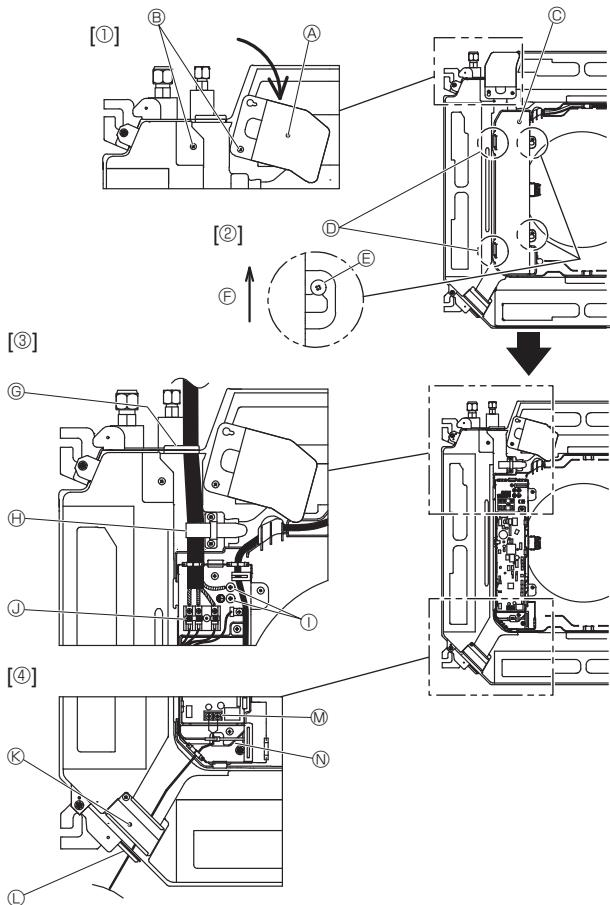
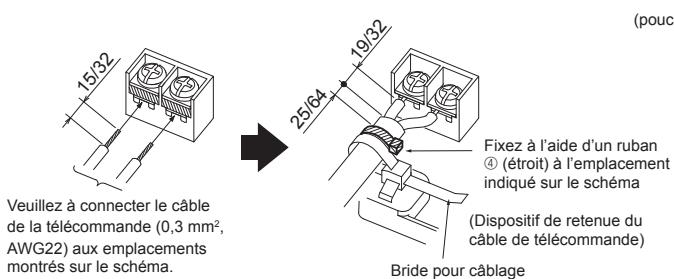

Fig. 6-1
Fig. 6-3
### 6.1. Appareil intérieur (Fig. 6-1)
- Desserrez les deux vis de fixation du panneau de service du câblage électrique et faites tourner le panneau. [Fig. 6-1 ①]
- Desserrez les deux vis de fixation du couvercle du boîtier électrique et faites glisser le couvercle. [Fig. 6-1 ②]
- Faites passer le câble d'alimentation, le câble de raccordement des appareils intérieur/extérieur et le câble de mise à la terre par les entrées de fils indiquées sur le diagramme. [Fig. 6-1 ③]
- Faites passer le câble de télécommande via les entrées de fils indiquées sur le diagramme et raccordez-le. [Fig. 6-1 ④, Fig. 6-3]